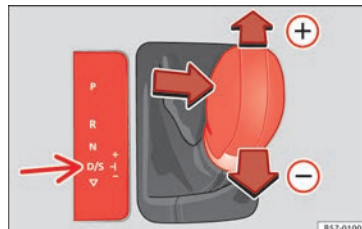

Fig. 167 Console centrale : Changer de vitesses en mode Tiptronic.
- Poussez le levier sélecteur vers l'avant (+) pour passer une vitesse supérieure » fig. 167.